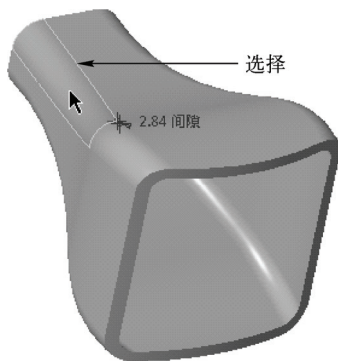

图 12-5 选择合适的曲面
STEP 03 弹出“配合间隙”对话框，在“分析”选项卡“自”文本框中单击鼠标左键，在绘图区中选择合适的曲面，然后在“至”文本框中单击鼠标左键，并在绘图区中选择合适的曲面，效果如图 12-5 所示。